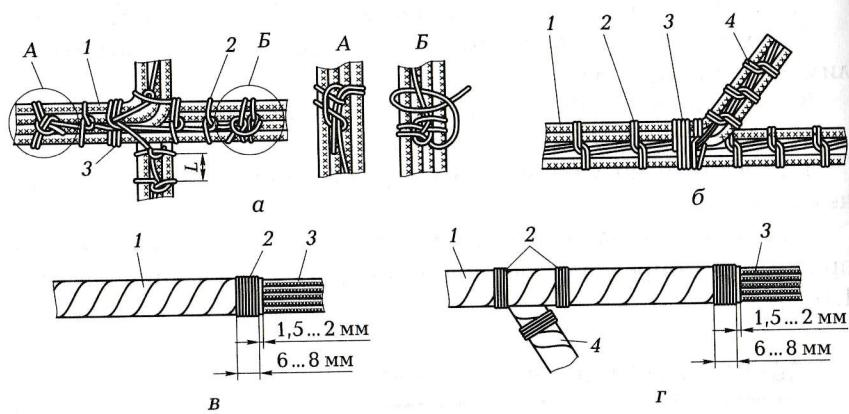

Рис. 1.8. Технология вязки жгутов:
При формировании в жгут проводов различных диаметров провода с меньшим диаметром должны укладываться в середину. На рис. 1.8 показаны варианты вязки жгутов.
9. В начале ствола жгута выполните бандаж из ниток (см. рис. 1.8).
12. Выполните вязку жгута по образцу, представленному на рис. 1.8.